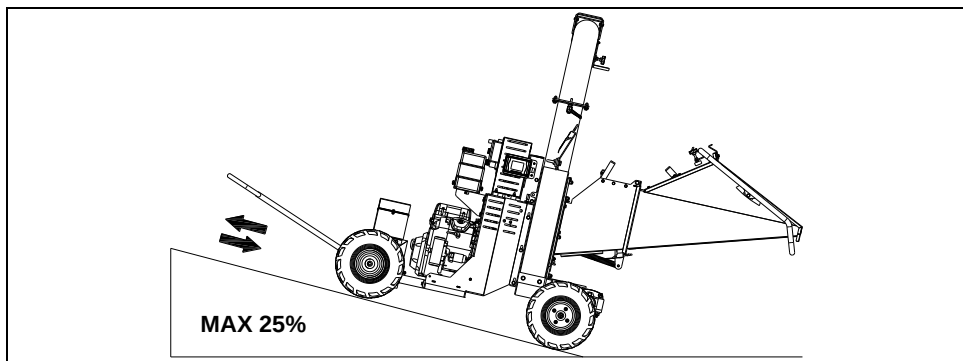

Fig. 16
- Pour les déplacements en montée ou en descente ; il est conseillé de ne pas dépasser une pente de 25%. Opérer avec la machine de façon à ce que la position de la trémie soit en aval de la pente comme le montre la figure 16.